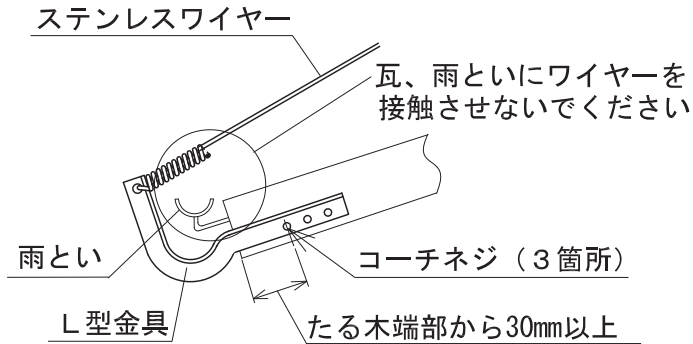
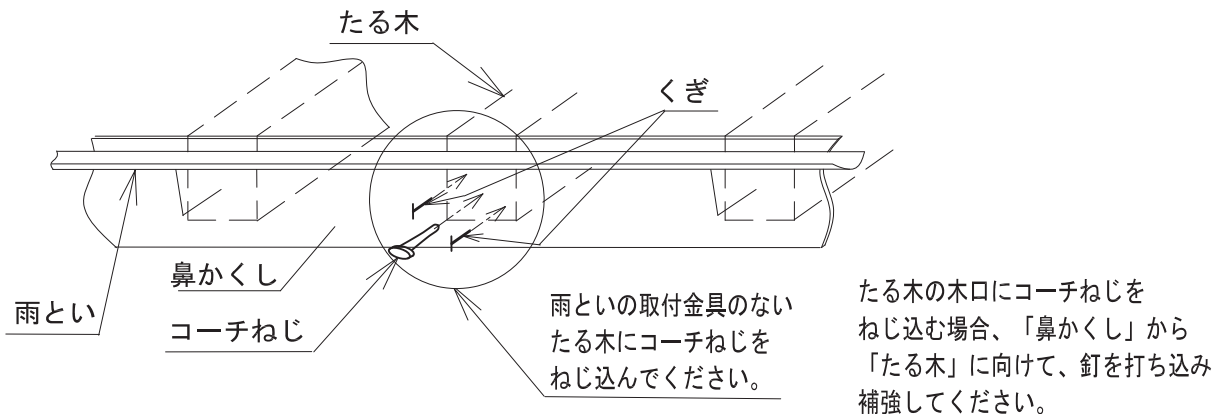

図 13
図 14
- たる木にコーチねじを取り付ける場合には、といを破損させないように、「L型金具」を使用してください。(図 13 参照) 鼻かくしに取り付ける場合には、鼻かくしを釘で補強したうえで取付けてください。(図 14 参照)